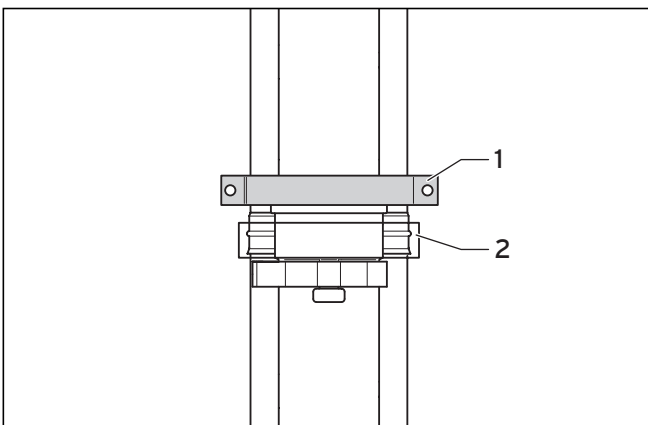

Abb. 4.54 Kürzbare Verlängerung mit Außenwandhalter
- Montieren Sie unmittelbar oberhalb der kürzbaren Verlängerung einen zusätzlichen Wandhalter (1), wie in Abb. 4.54 dargestellt.